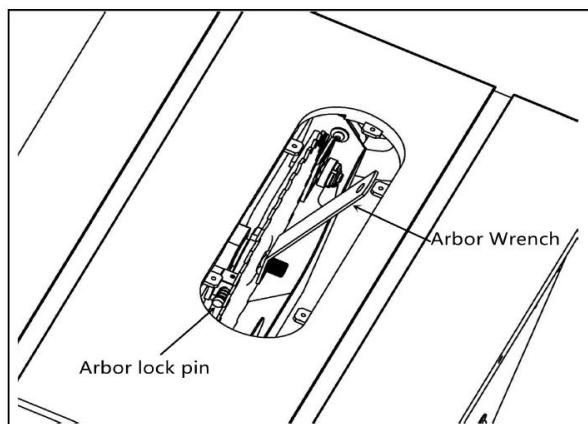

Рисунок 14
4. Нажмите на стопорный штифт и используйте прилагаемый ключ для затяжки гайки см. на Рис. 14.